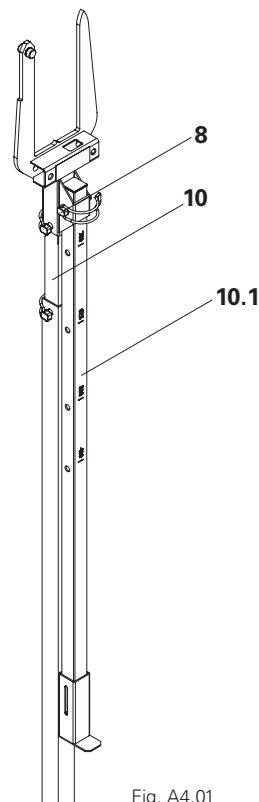

Fig. A4.01
La dima distanziatrice MF-Plus (10) è regolabile su diverse distanze; in questo modo non è necessario misurare le distanze tra le travi. Il tubo telescopico può essere allungato in modo da posizionare le travi di orditura secondaria operando dal piano di lavoro, anche con solai di altezza elevata. (Fig. A4.01)